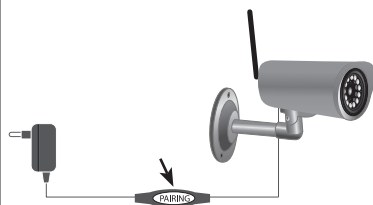

Fig. 4
c. Boîtier électronique (fig. 4)